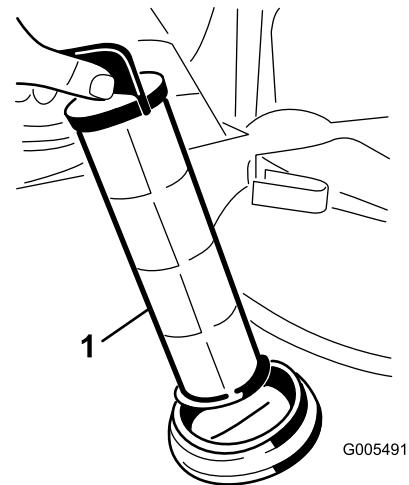

Figura 42
4. Retire el filtro de aspiración del alojamiento del filtro del depósito (Figura 42).